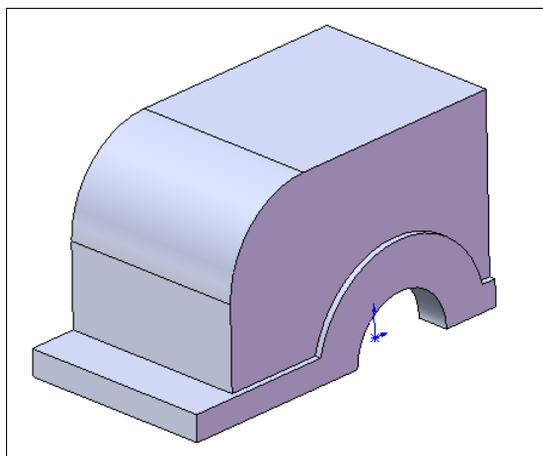

Рис. 2.112
21. Теперь аналогичным образом утолщим цилиндрическую поверхность на 22 мм (рис. 2.112).